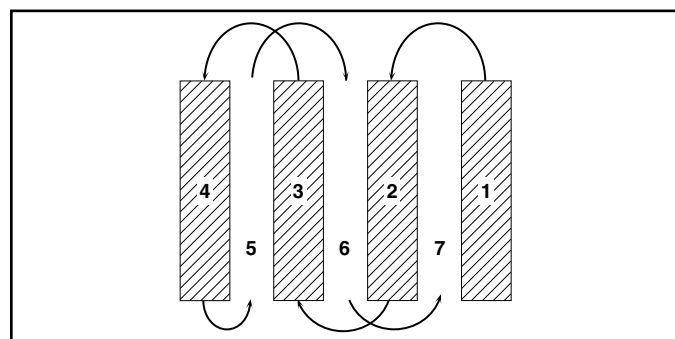

FIG. 14
- Vous trouverez le labourage beaucoup plus facile si vous laissez un sillon non bêché entre les passes. En ce temps-là retourner entre le rang de labourage (Voir la Fig. 14). Il y a deux raisons pour faire ceci. Premièrement, des virages larges sont beaucoup plus faciles à prendre que faire des demi-tours. Deuxièmement, la motobineuse ne vous entraînera pas vers le rang bêché qui est le plus proche.